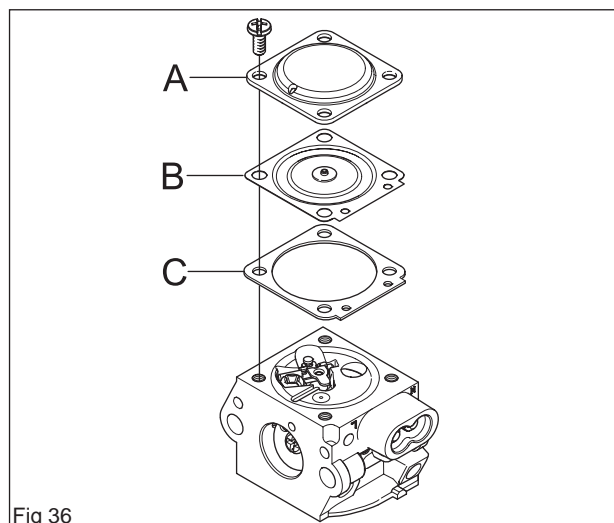

Fig 36
7. Monter la membrane de guidage (B) avec le joint (C) et le couvercle (A) sur l'unité de dosage (voir la figure 36).